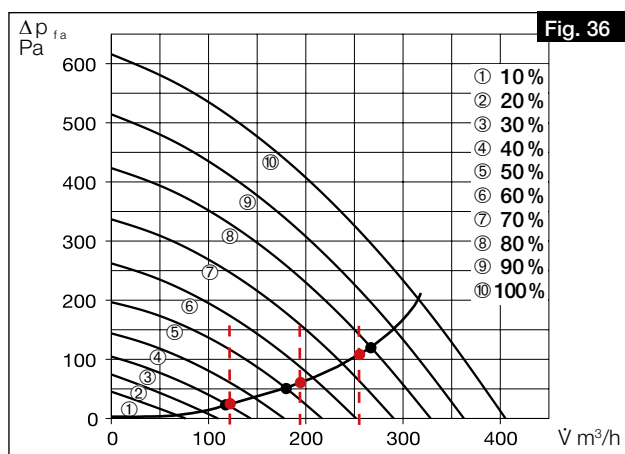

Fig. 36
1. Saisir les débits volumiques issus de l'étude pour les trois profils de ventilation „à la maison“, „en déplacement“ et „Ventilation intensive“ dans la courbe caractéristique de l'appareil pour l'air soufflé et extrait (voir Fig. 36).
① Nous recommandons d'enregistrer les valeurs suivantes dans les profils de ventilation :
2. À l'intersection des débits volumiques avec la courbe caractéristique du système, les performances du ventilateur à régler (en %) du profil de ventilation peuvent être lues approximativement. Il convient de les saisir dans le profil de ventilation correspondant à l'aide du logiciel easyControls ou de la commande KWL-BE Touch (voir Fig. 36 et Fig. 37).